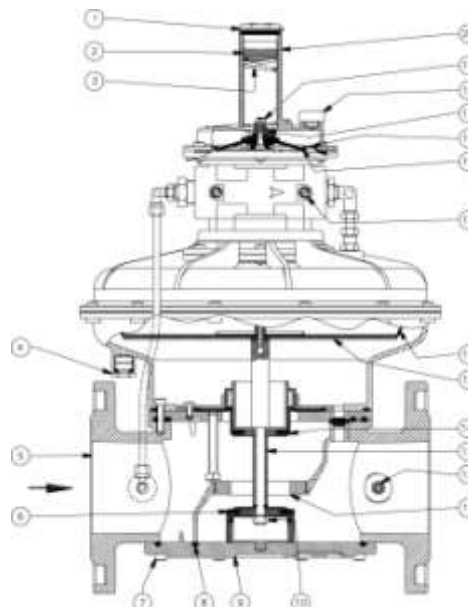

Рис. 4
Регулятор (рис. 4) состоит из: колпачок (1); регулировочный винт (2); пружина регулирования исходящего давления (3); отверстие для подключения внешнего импульса (4); корпус (5); затвор (6); винты крепления нижней панели (7); уплотнительное кольцо (8); нижняя панель (9); гайка фиксации затвора (10); седло (11); штуцер для отбора давления (12); центральный штифт (13); компенсационная мембрана (14); диск рабочей мембраны (15); рабочая мембрана (16); пружина сбросного клапана (17); сбросное отверстие избыточного давления G1/2" (18); винт настройки сбросного клапана (19); раструб (20).